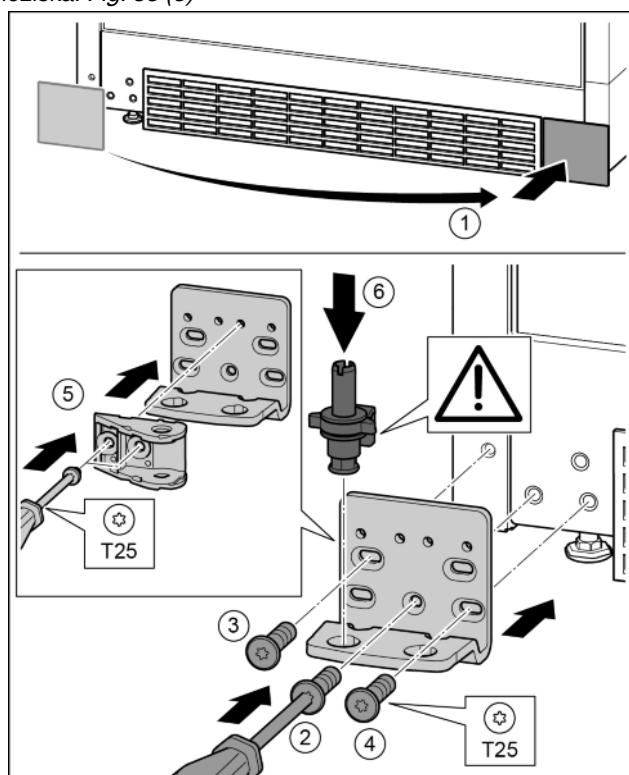

Fig. 34
- ▶ Sejměte kryt a připevněte jej na druhé straně. Fig. 34 (1)
- ▶ Nasadte stojan ložiska na druhé straně a přišroubujte pomocí šroubováku T25. Začněte šroubem 2 dole uprostřed. Fig. 34 (2)
- ▶ Pevně utáhněte šroub 3 a 4. Fig. 34 (3, 4)
- ▶ Spojení tlumiče zavírání otočte o 180°. Šroubovákem T25 přišroubujte na druhé straně stojanu ložiska. Fig. 34 (5)
- Zcela vložte ložiskový čep. Přitom dávajte pozor, aby zajišťovací vačka směřovala dozadu. Fig. 34 (6)